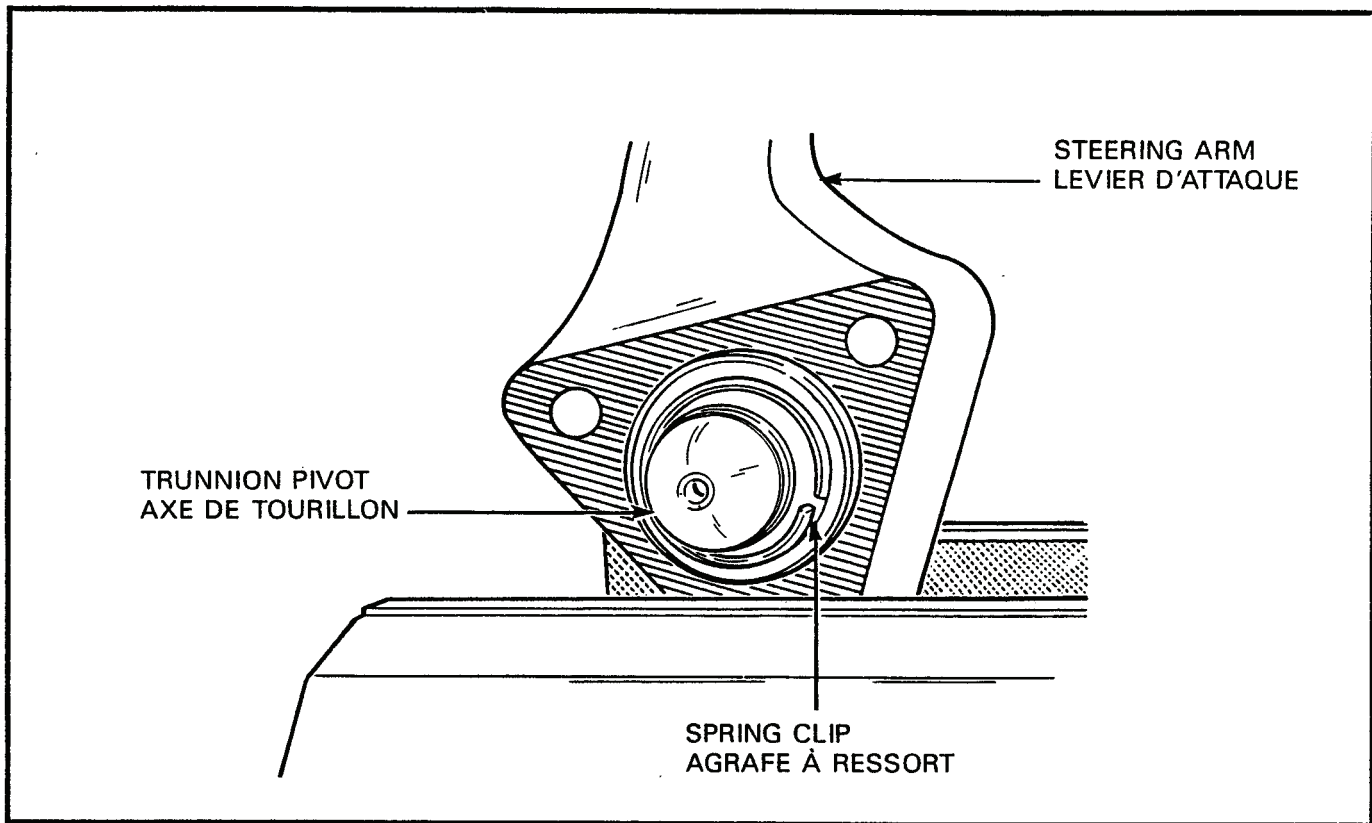

Figure 3-4-12 Compressed Trunnion and Steering Arm
(14) Slide a new felt washer onto the trunnion pivot arm and then apply a light coat of grease to the pivot.	(14) Glisser une nouvelle rondelle de feutre sur l'axe du tourillon et appliquer ensuite une légère couche de graisse sur l'axe.
(15) Clamp the spring trunnion into a soft-jawed vise with the pivot on top and slide the steering arm onto the trunnion pivot until the steering arm contacts the felt washer of the spring trunnion.	(15) Serrer le tourillon à ressort dans un étau à mordaches de métal mou en plaçant l'axe sur le dessus, et glisser le levier d'attaque sur l'axe jusqu'à ce que le levier d'attaque vienne en contact avec la rondelle de feutre du tourillon à ressort.
(16) Using a soft-jawed vise, press together the steering arm and spring trunnion to expose more of the end of the trunnion pivot and install a spring clip in the groove of the arm, see Figure 3-4-12.	(16) Au moyen d'un étau à mordaches de métal mou, serrer le levier d'attaque et le tourillon à ressort de façon à exposer davantage l'extrémité de l'axe du tourillon, et installer une agrafe à ressort dans la rainure de l'axe. Voir figure 3-4-12.
(17) Remove the spring trunnion and steering arm from the vise and slide a new "O" ring onto the end of the trunnion pivot.	(17) Enlever le tourillon à ressort et le levier d'attaque de l'étau, et glisser un joint torique neuf sur l'extrémité de l'axe du tourillon.